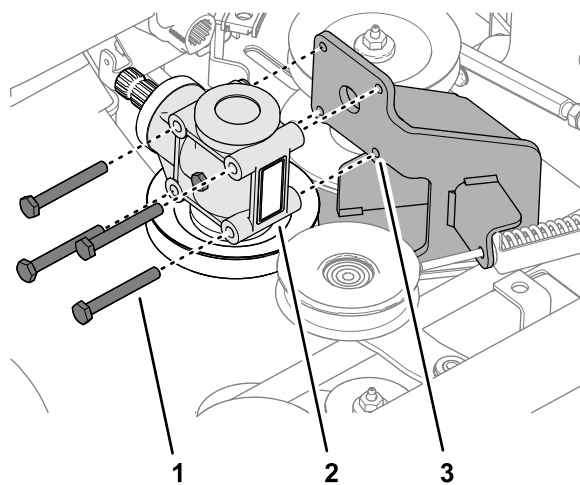

図 118
2. ギアボックスをギアボックスサポートに固定しているボルト4本を外す 図 118。
1. ギアボックスの穴とギアボックスサポートの穴とを合わせる 図 118 ギアボックスの取り外し \(ページ 78\)を参照。